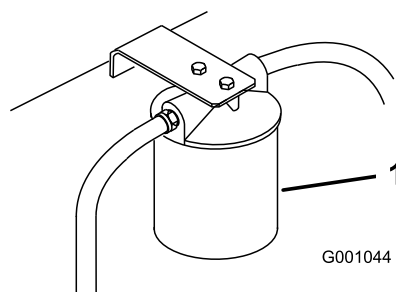

Рисунок 98
3. Поместите сливной поддон под фильтр, снимите старый фильтр и очистите протрите поверхность прокладки переходника фильтра (Рисунок 98).